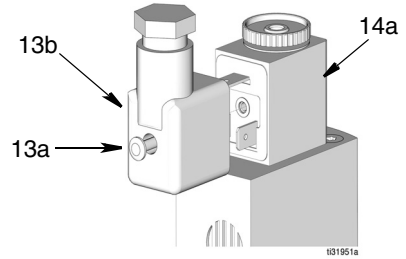

FIG. 25
4. Afloje el tornillo (13a) en la parte trasera del conector del solenoide mini DIN (14a) y desconéctelo del conector del solenoide (14a) (FIG. 25).